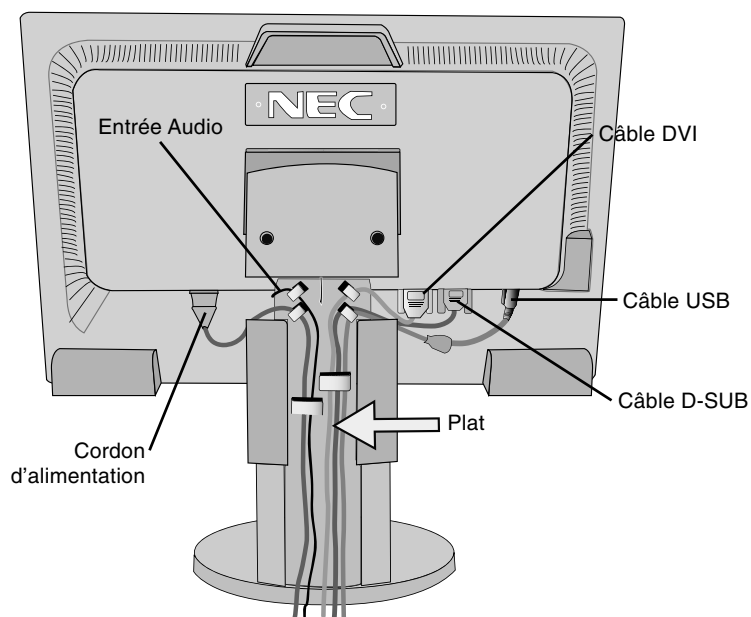
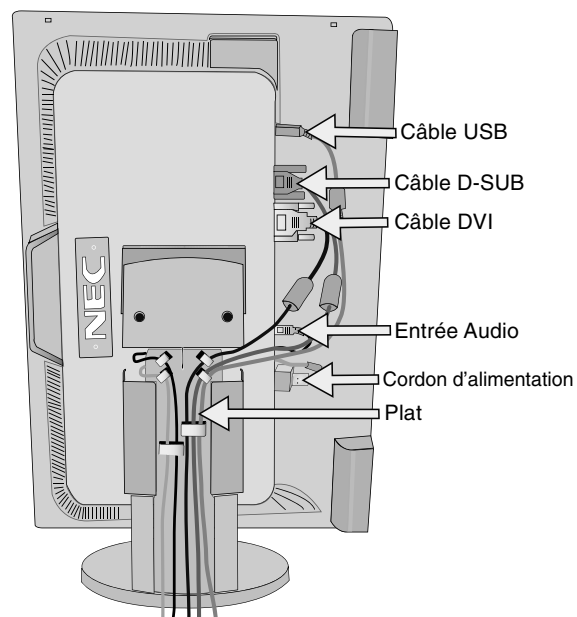

Figure C.2
Figure C.3
5. Pour que les câbles restent bien organisés, disposez-les dans le cache-câbles intégré au support. Placez le cordon d'alimentation et le câble DVI dans les crochets spécifiques, comme indiqué sur les **Figure C.2/Figure C.3**. Placez les câbles D-Sub et USB dans les crochets spécifiques tels qu'illustrés sur les **Figure C.2/Figure C.3**.
6. Assurez-vous que tous les câbles sont bien fixés contre le support (**Figure C.2/Figure C.3**). Vérifiez l'inclinaison, l'élévation et l'abaissement de l'écran du moniteur lorsque vous manipulez les câbles.